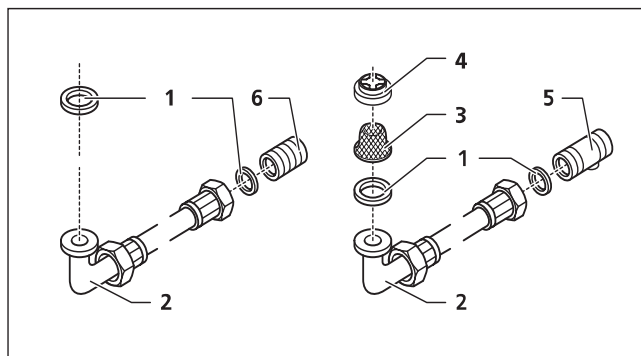

Рис. 5.1 Элементы соединений
- Установить ограничитель расхода горячей воды (4) и водяной фильтр (3) согласно рис. 5.1 в соединении прибора для подключения холодной воды.